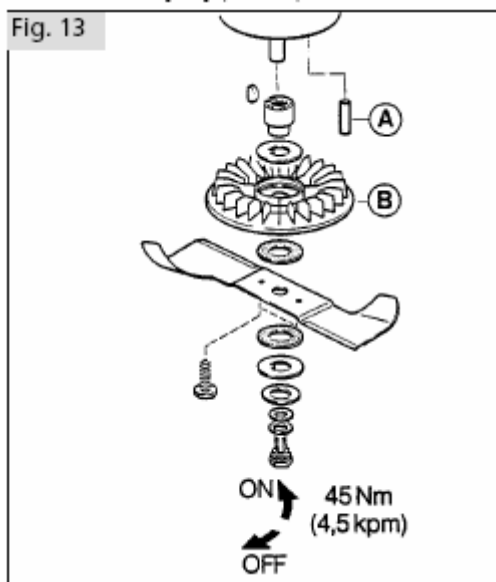

Рис. 13
- соберите лопастное колесо и лезвие. Соблюдайте должный порядок сборки! Проверьте вращение лезвия. (рис.13)
Слив масла может производиться через резьбовую пробку маслосливного отверстия или через маслосливной штуцер (рис.13).